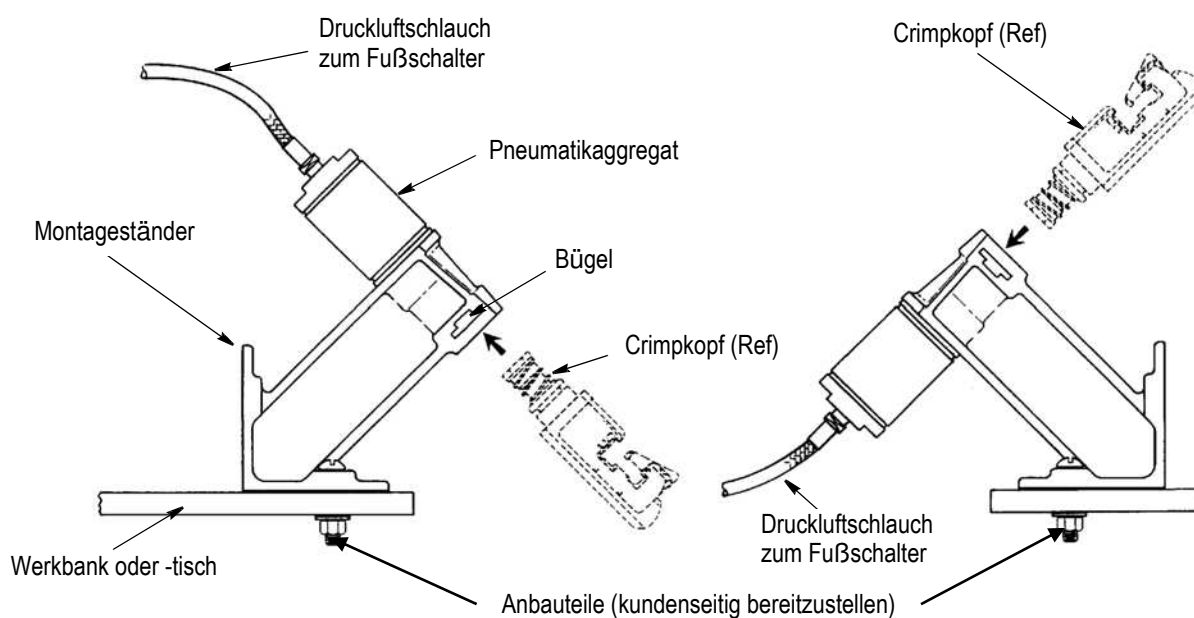
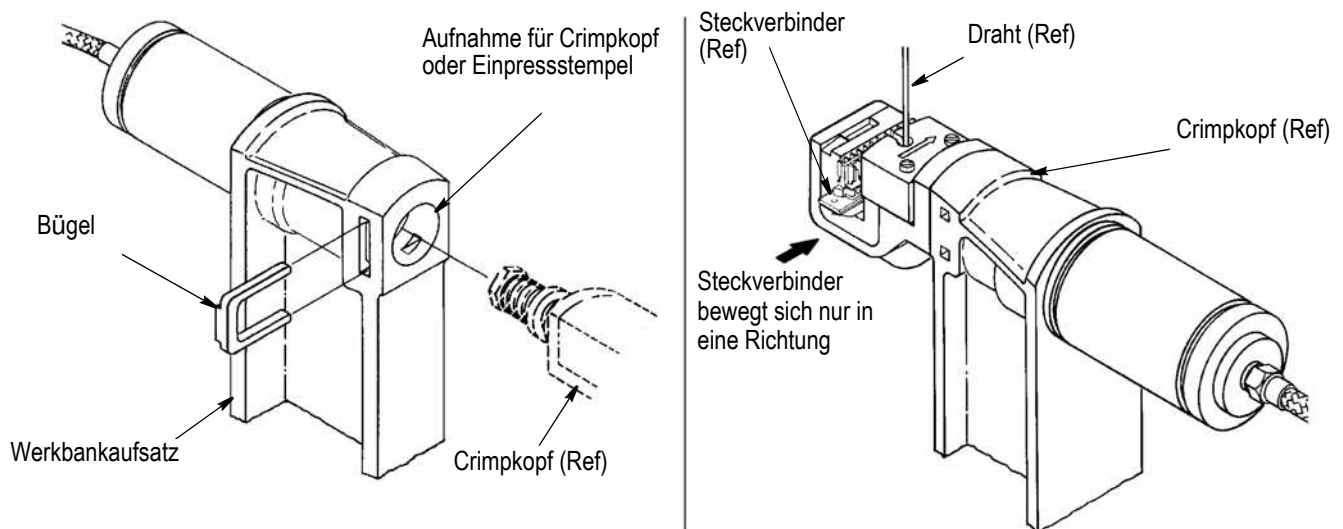

Abbildung 2
Abbildung 4
Der Montageständer kann in einer der beiden in Abbildung 2 dargestellten Positionen angebracht werden. Die Ausrichtung des Montageständers liegt im Ermessen des Bedieners und hängt von der gewünschten Ausrichtung der gecrimpten Steckverbinder ab (siehe Abbildung 4). Montieren Sie den Werkbankaufsatz wie folgt:
3. Setzen Sie den Crimpkopf oder den Einpresstempel in die Aufnahme des Gehäuses des Pneumatikaggregats, bis er unten aufliegt. Siehe Abbildung 4.
5. Um den Crimpkopf oder den Einpresstempel auszubauen, trennen Sie den Werkbankaufsatz von der Druckluftzufuhr, ziehen den Bügel heraus und dann den Crimpkopf oder den Einpresstempel aus dem Pneumatikaggregat. Siehe dazu Abbildung 4.